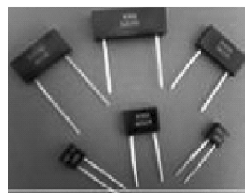

图 2-14 示意图
3) 金属箔精密电阻器的精度、阻值温度系数和分布参数各项指标都很高，精度可达  $10^{-6}$ ，温度系数可达  $\pm 0.3 \times 10^{-6}/^{\circ}\text{C}$ ，分布电容可低于  $0.5\text{pF}$ ，分布电感可低于  $0.1\mu\text{H}$ ，但是价格在这三种电阻中最高。如图 2-14 所示是金属箔精密电阻实物图。